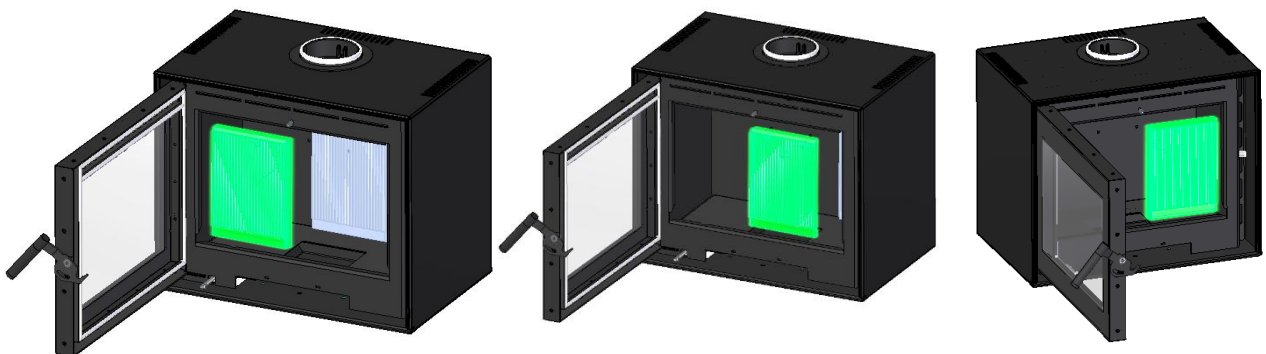

Figure 15 – Retrait de la thermotte à l'arrière de l'appareil
5. Retirez les 3 pièces de l'arrière en les déplaçant vers l'avant de l'appareil, puis vers l'extérieur de l'appareil, voir FIG 15.